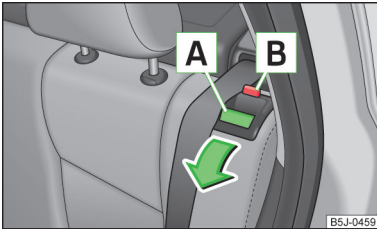

Abb. 41
- Durch Drücken des Sicherungsknopfes **A** » Abb. 41 die Sitzlehne entriegeln und nach vorn neigen.